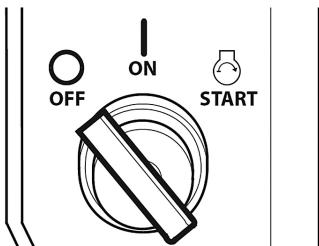

Рис. 23 Положения замка зажигания
- Вставьте ключ в замок зажигания. Поверните ключ в замке зажигания в положение «ON» (Включено). (Рис. 23).
4. Поверните ключ зажигания в положение «OFF» (ВЫКЛЮЧЕНО) (Рис. 23).